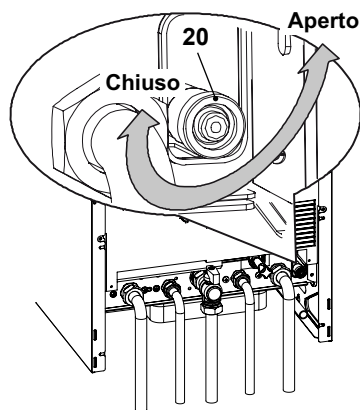

Figura 9.3
- Allentare il rubinetto di svuotamento caldaia 20 indicato in Figura 9.3.